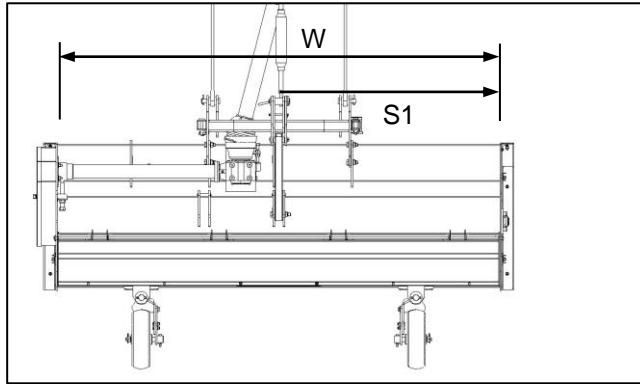

Fig. 6
- ✓ Standard offset position (Fig. 6) S1 = Working width (W) minus 500 mm.
- ✓ Standaardkontraposisie (Fig. 6) S1 = Werkswydte (W) minus 500 mm.